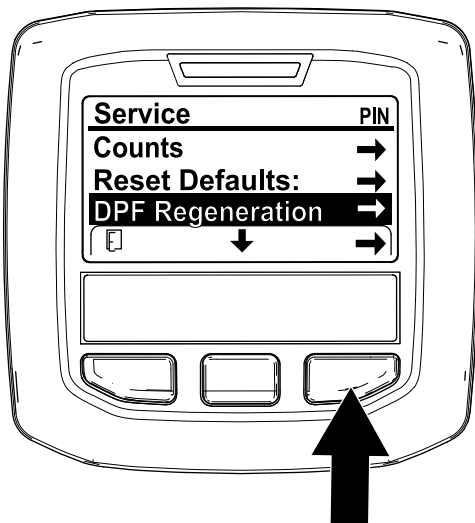

Рисунок 41
1. Перейдите к меню Service (Техобслуживание), нажмите среднюю кнопку для прокрутки вниз к опции DPF REGENERATION (РЕГЕНЕРАЦИЯ DPF) (Рисунок 41).
2. Нажмите правую кнопку для выбора позиции DPF Regeneration (Регенерация DPF) (Рисунок 41).